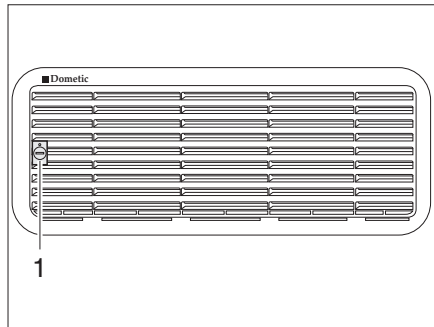
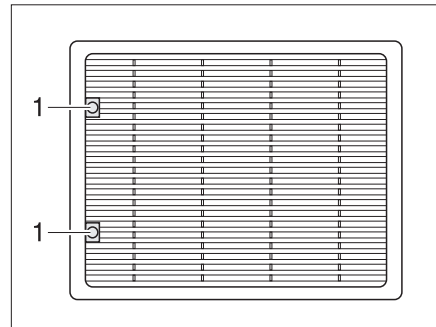

Fig. 130 Rejilla de ventilación del frigorífico (Dometic pequeño)
Fig. 131 Rejilla de ventilación del frigorífico (Dometic grande)
- Girar el tornillo (Fig. 130,1 ó Fig. 131,1) un cuarto de vuelta con la ayuda de una moneda.